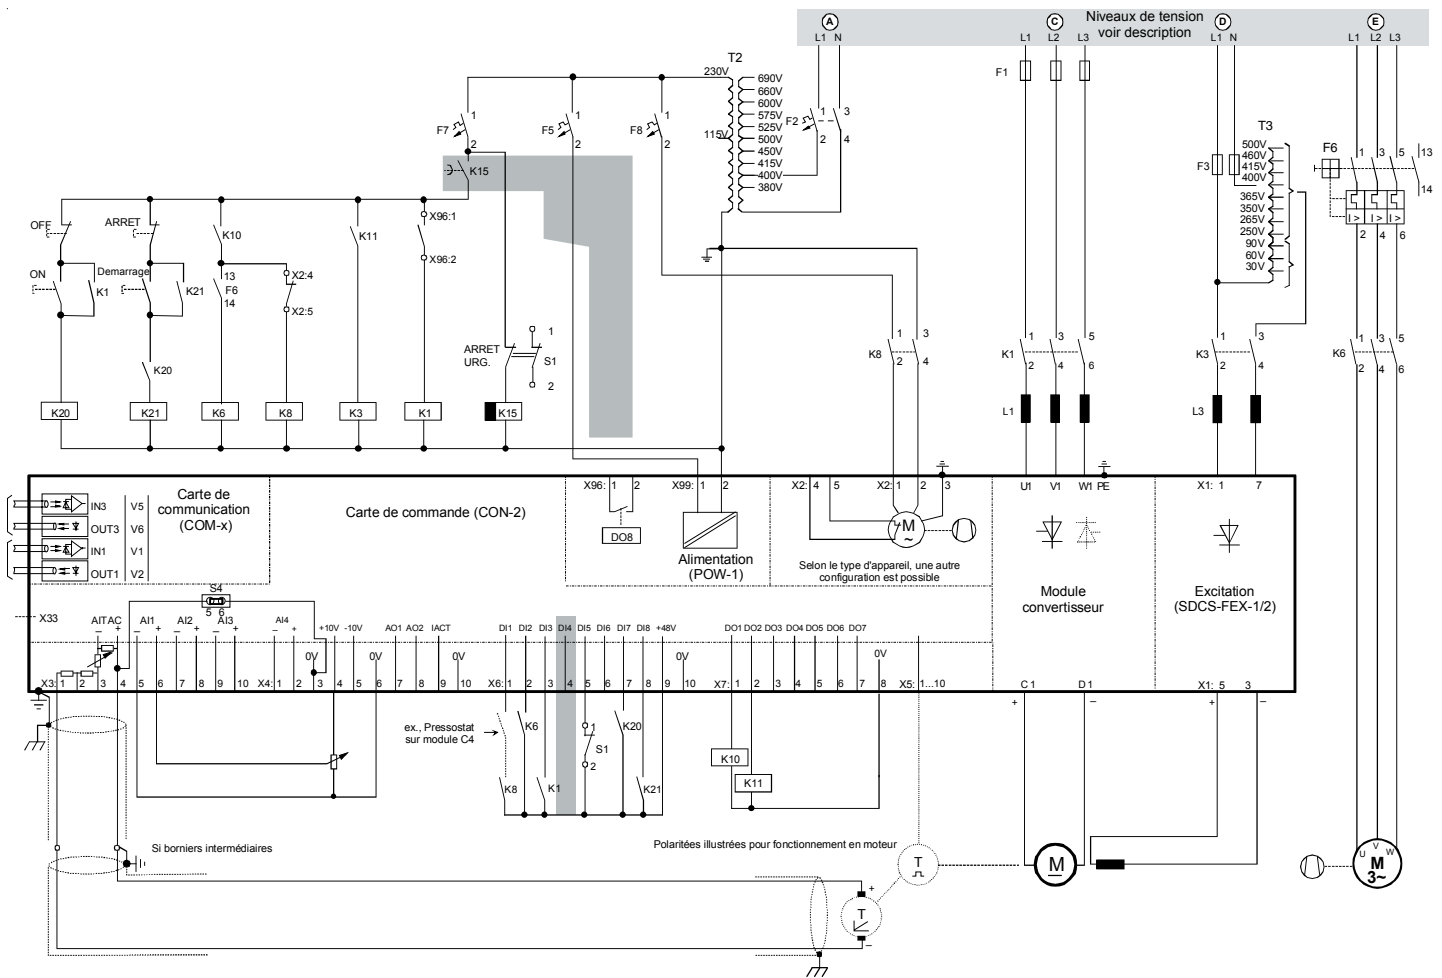
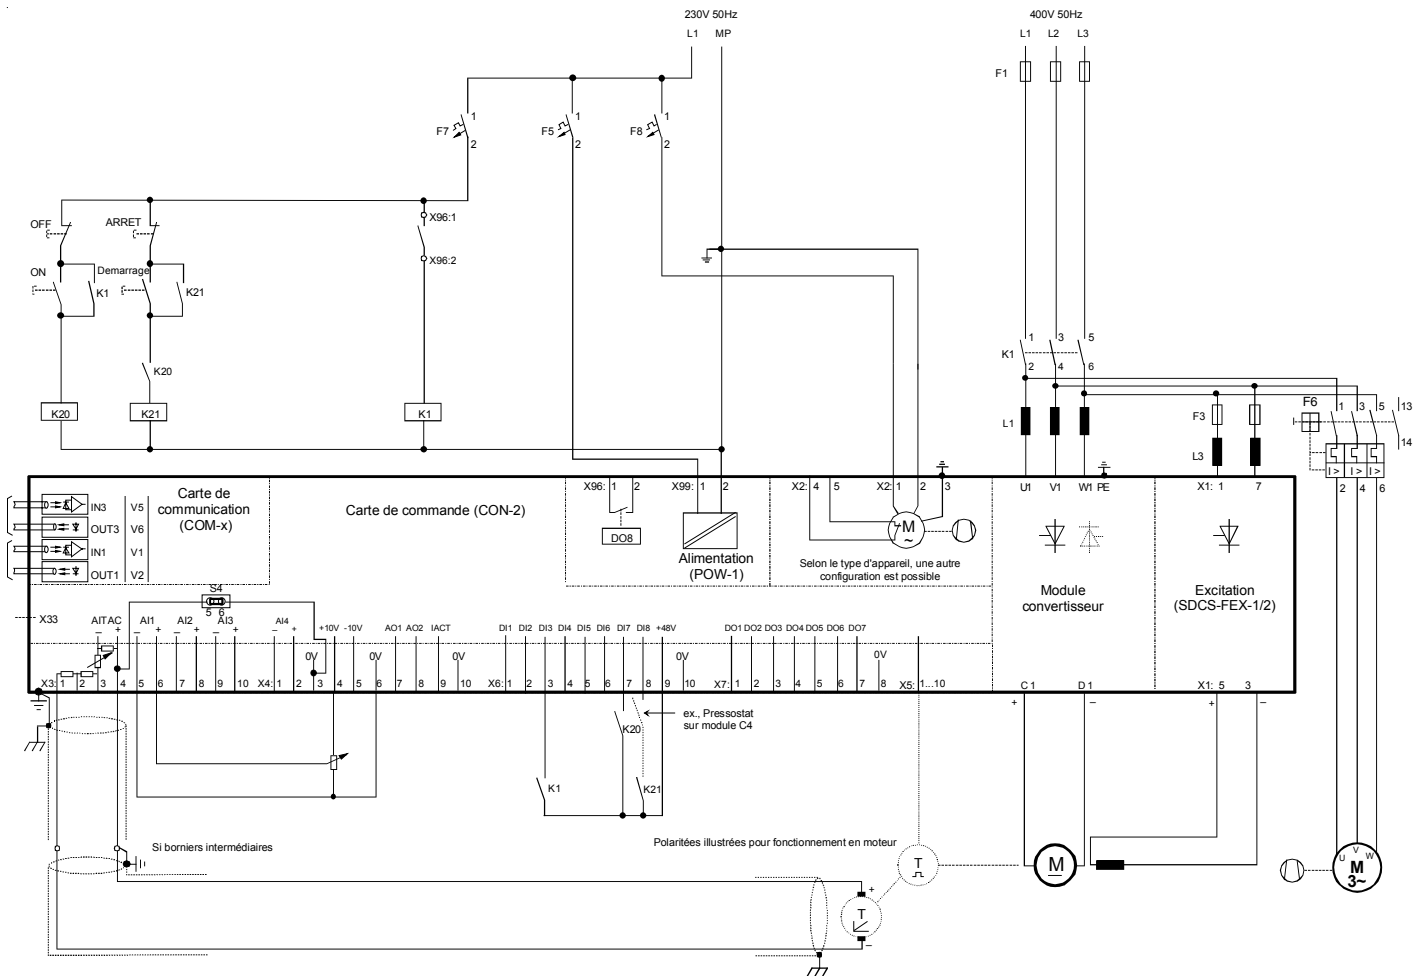

Figure 3.1/1: Configuration standard avec circuit d'excitation interne
Figure 3.2/1: Configuration avec circuit d'excitation interne et nombre réduit de composants externes
• **Sélection des composants:** idem figure 3.1/1
Cette configuration est essentiellement identique à celle de la figure 3.1/1. Vérifiez le calibre de F1 en cas de charge supplémentaire (ex., ventilateur moteur et excitation). Tous les composants sont sélectionnés pour 230V ou réglé sur 230V pour pouvoir les associer et les alimenter par une source auxiliaire. Les différentes charges sont protégées séparément par fusible.
a: Génération des signaux de commande ON/OFF et START/STOP : idem figure 3.1/1
Le contacteur principal K1 fonctionne comme sur la figure 3.1/1. L'alimentation de l'excitation et du ventilateur moteur est prélevée en sortie de K1. Ainsi, les 3 charges sont commandées de la même manière.
Cette configuration est essentiellement identique à celle illustrée à la figure 3.1/1. Le circuit d'excitation nécessite en plus une alimentation pour l'électronique, protégée par des fusibles séparés et prélevée sur le 230V fourni par le transformateur T2. Ce régulateur d'excitation est commandé via une liaison série, raccordée sur le bornier X16: du convertisseur d'induit. L'alimentation 690V de prise du primaire peut être utilisée avec ce type d'excitation !
La logique de commande peut être divisée en trois parties comme décrit à la figure 3.1/1. La logique illustrée à la figure 3.2/1 peut, pour l'essentiel, être utilisée pour cette configuration. La taille du variateur et/ou sa puissance peut être un critère de sélection de la logique retenue (figure 3.1/1 ou figure 3.2/1) ou associer les deux.
idem figure 3.1/1
Le convertisseur DCS 500B est utilisé comme un convertisseur DCF 500B dans une application sans fonctionnement en mode moteur. Le câblage du variateur selon cet exemple ou celui illustré à la figure 3.2/1 est décidé sur la base de l'application et de ses contraintes. La structure du logiciel doit être adaptée comme décrit dans le Manuel d'exploitation.
Pour l'essentiel idem figure 3.1/1. Si le convertisseur est alimenté directement par un transformateur-convertisseur HT au point C, assurez-vous que l'interrupteur HT n'est pas ouvert tant que le courant d'excitation circule. Des mesures supplémentaires doivent être prises en phase de spécification de l'entraînement (informations détaillées sur demande).
La logique de commande peut être divisée en trois parties. La logique illustrée figure 3.2/1 peut, pour l'essentiel, être utilisée pour cette configuration. Du fait de la taille du variateur et de sa puissance, nous préconisons la logique illustrée :